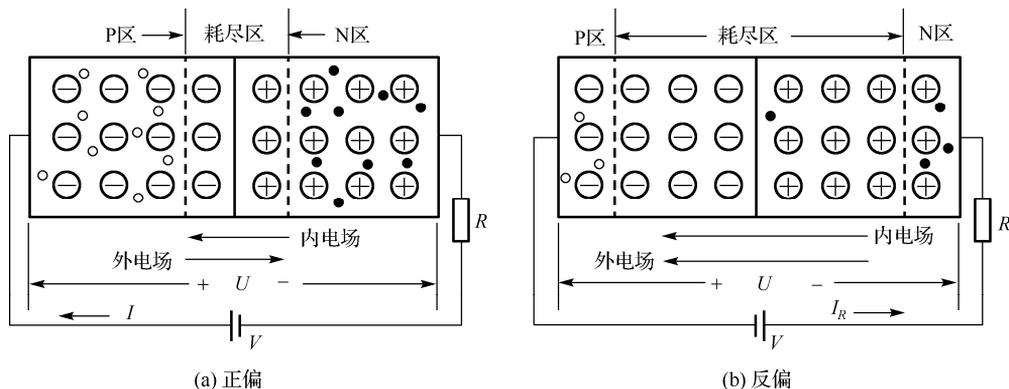

图 1-5 外加偏置电压的 PN 结
(1) 正偏：如图1-5(a)所示，若PN结P区接电源正极，N区接电源负极，且当外加电场大于PN结内电场时，PN结处于导通状态，对外电路呈现出较小的电阻，这种状态称为正向导通，所加电压称为正偏电压。
(2) 反偏：如图1-5(b)所示，若PN结N区接电源正极，P区接电源负极，PN结电阻增大，反向电流很小，这种状态称为反向截止，所加电压称为反偏电压。